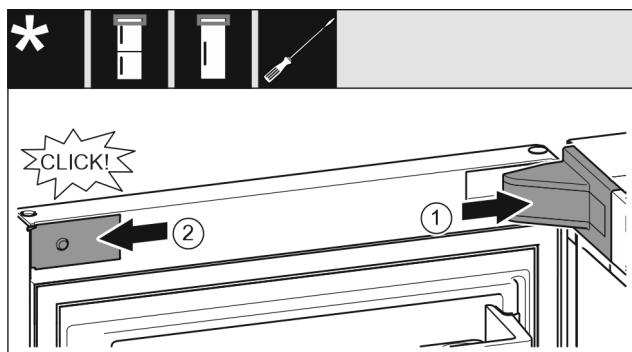

Fig. 20
- Mettre en place le cache du support de palier Fig. 20 (1) et l'enclencher. Au besoin, l'écarter avec précaution.
- Placer le cache Fig. 20 (2) sur le côté et l'enclencher.